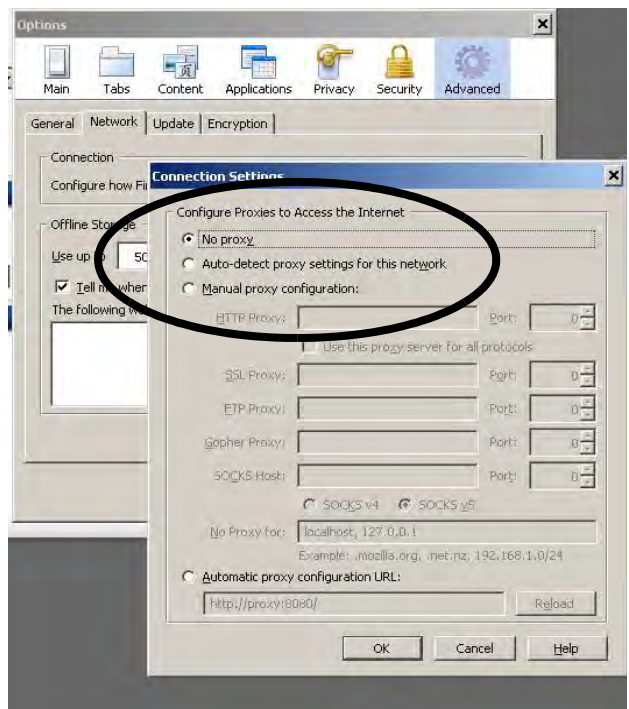

FIGURA 38. Disattivare Impostazioni Proxy (solo Firefox)
2. *Vale solo per Firefox:* Per operare in una rete ProMix 2KS/3KS con Firefox, è necessario disattivare l'impostazione Proxy del browser. Nel browser Firefox, andare su Strumenti>Opzioni>Avanzate> Rete>Impostazioni Connessione. Cliccare su "No proxy". Vedere FIGURA 38.